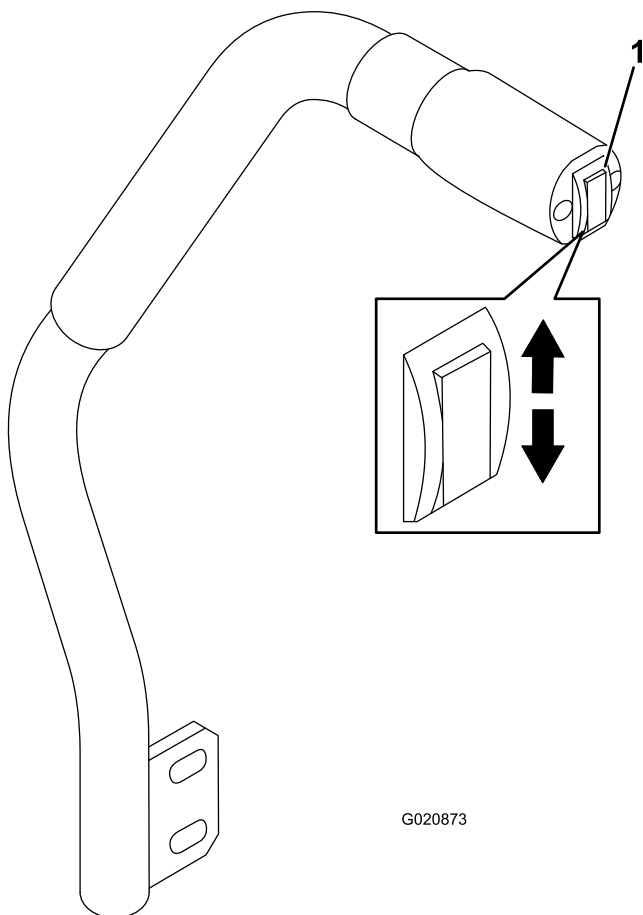

図 24
デッキ昇降スイッチはデッキアタッチメントの上昇と下降を行うスイッチです 図 24。このレバーは、エンジンが掛かっていないと使用できません。
- デッキを下降させるには、スイッチを下に押す 図 24。
- デッキを上昇させるには、スイッチを上を押す 図 24。
1. エンジンを始動し、デッキの昇降スイッチを上を押してデッキを一番高い位置まで上昇させたらずちにスイッチから手を離す 図 24。